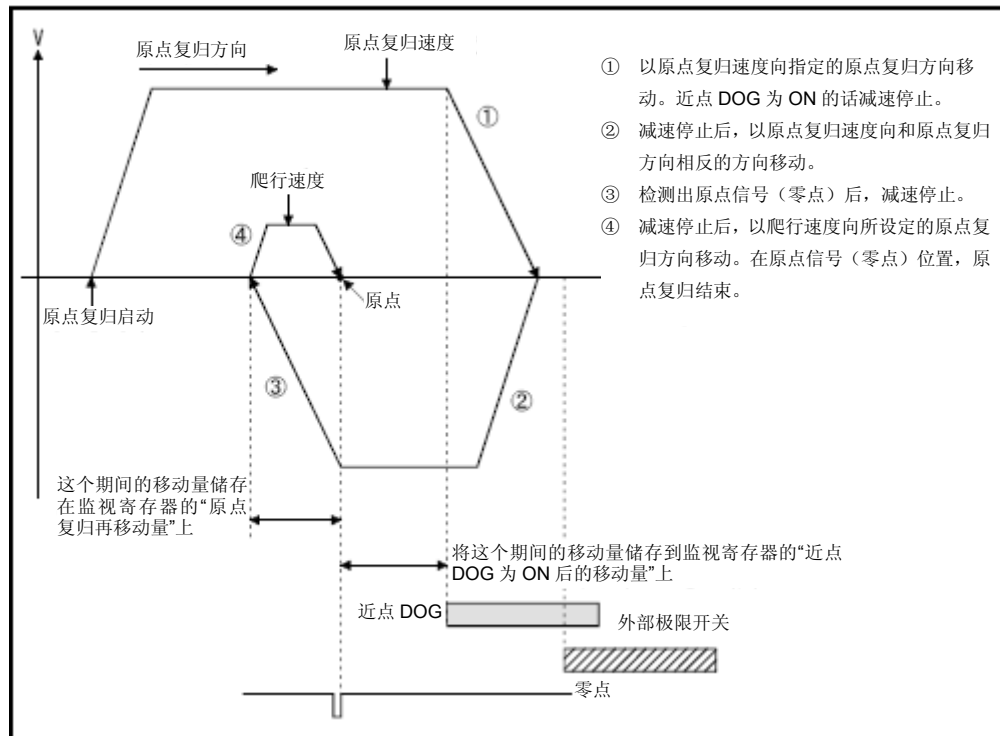

图6.44 通过基准点信号检测式进行原点回归操作
(4) 注意事项
- g) 若原点回归启动位置的原点回归方向中不存在近点狗，则系统将报错，因此，请如图6.44所示，在原点回归方向限位开关的近前方，设置近点狗，以使近点狗与限位开关重叠。